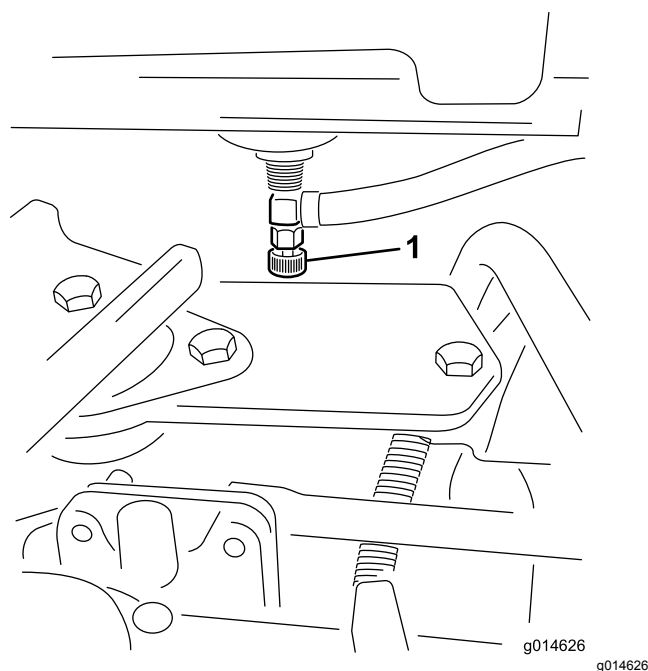

Figura 36
1. Cierre la válvula de cierre del combustible (Figura 36), situada debajo del depósito de combustible.